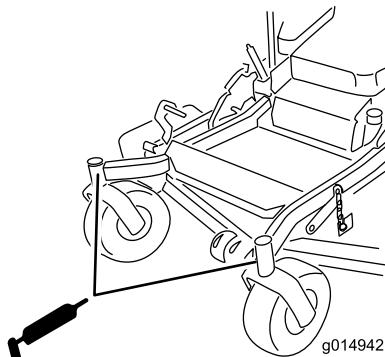

図 36
7. 穴からグリスニップルを取り外す。六角プラグとキャップを取り付ける図 36。